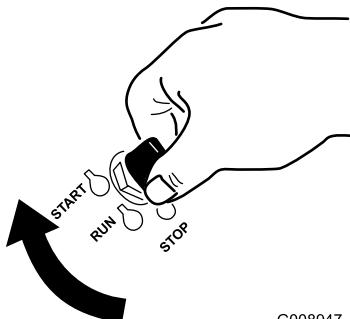

Figura 19
1. Gire la llave a la posición de ARRANQUE (Figura 19).